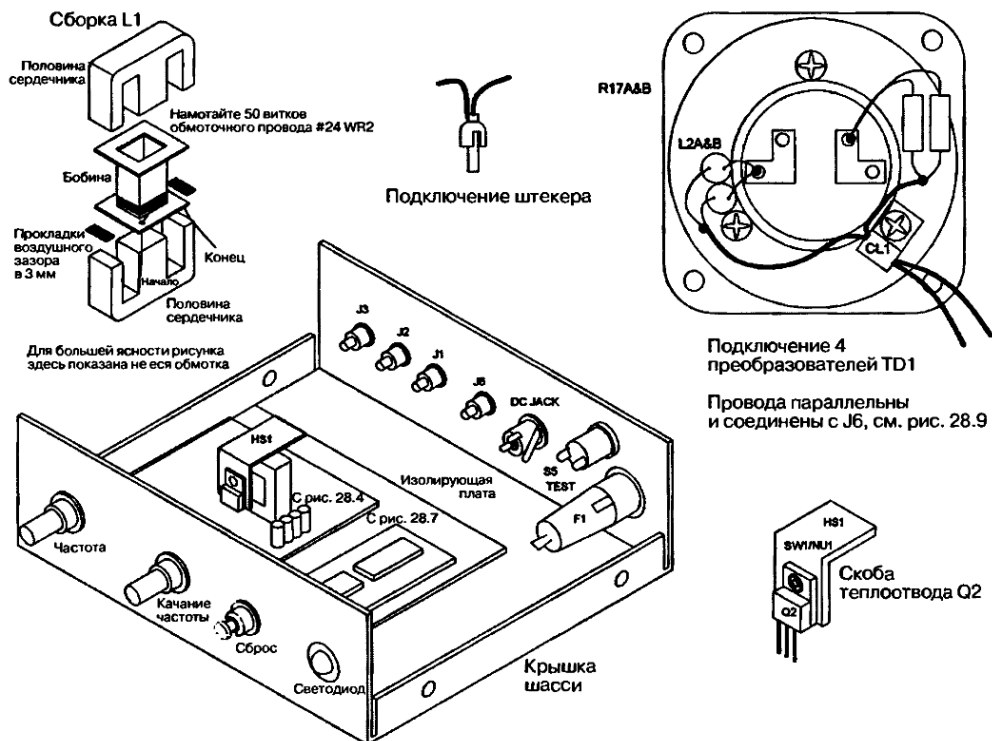

Рис. 28.8. Окончательная сборка устройства
| L1 | 1 | Дроссель 1 мГн (см. рис. 28.8) | IU1MHPPC |
2. Соберите катушку L1, как показано ниже на рис. 28.8. Просверлите небольшое отверстие в бобине для начала обмотки и намотайте 50 витков обмоточного эмалированного провода #24 плотно и равномерно по длине бобины. Прикрепите обмотку с помощью ленты и оставьте по 5 см «начального» и «конечного» выводов. Соберите все детали, как показано, вставив половины сердечника в бобину, и поместите прокладки воздушного зазора между ними.
3. Изготовьте теплоотвод HS1 в виде скобы для транзистора Q2 из алюминиевой полосы 1,9×5,08×0,16 см. Согните скобу посередине под углом 90° и просверлите отверстие для винта и гайки SW1/NU1 (см. рис. 28.8).
7. Подключите L2, L3, R17A и R17B к задней части преобразователей TD1-4 (см. рис. 28.8). Фиксация двух проводов к динамику выполняется с помощью небольшого зажима.
1. Изготовьте шасси из алюминиевой пластины размерами 15,24×17,78×0,16 см (см. рис. 28.8). Загните секции по краям по 3,81 см для формирования передней и задней панелей. Затем согните фланцы 1,27 см для установки крышки и крепления с помощью четырех винтов SW2. Расположение большинства отверстий для монтажа устройства неважно и их можно определять на глаз. Отверстия для R2 и R9 должны быть выверены для соответствия контактным площадкам на печатной плате PCB.